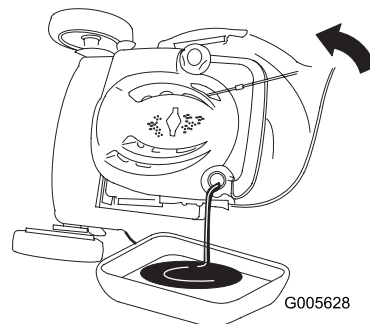

Figura 32
3. Inclinate il tosaerba sul fianco, con il filtro dell'aria in alto, per scaricare l'olio usato attraverso il tubo di riempimento (Figura 32).